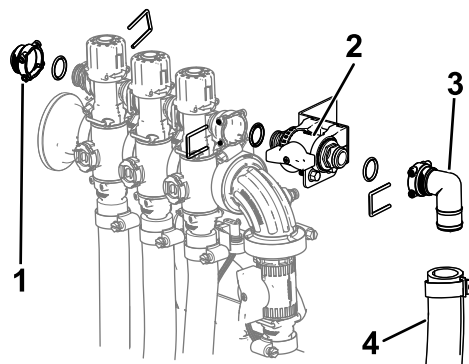

Figura 20
6. Fixe a válvula de bloqueio à válvula da lança com o o-ring e retentor anteriormente removidos (Figura 20).
7. Instale a tampa (1,27 cm), o-rings, uniões e conjunto do tubo na válvula de bloqueio utilizando os retentores anteriormente removidos como se mostra na Figura 20.